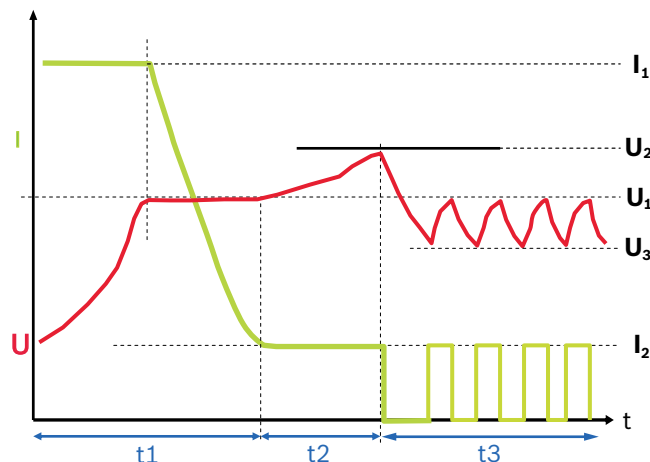

Abb. 3: Ladekennlinie
- 1 Ladefortschritt (siehe Ladekennlinie Abb. 3)